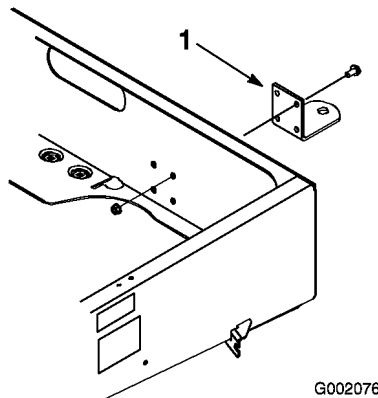

Bild 7
2. Fluchten Sie die Anbauvorrichtung mit den Befestigungslöchern im Rahmen aus. Befestigen Sie die Anbauvorrichtung mit den Schrauben und Muttern (Bild 7).